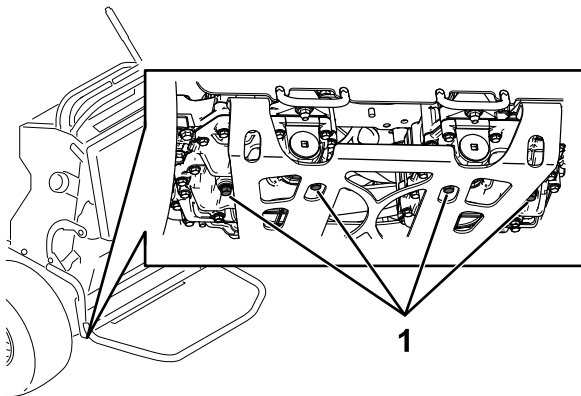

Figura 73
3. Individuate i tappi di spurgo sul fondo della trasmissione e posizionate una bacinella di spurgo sotto il tappo (Figura 73).